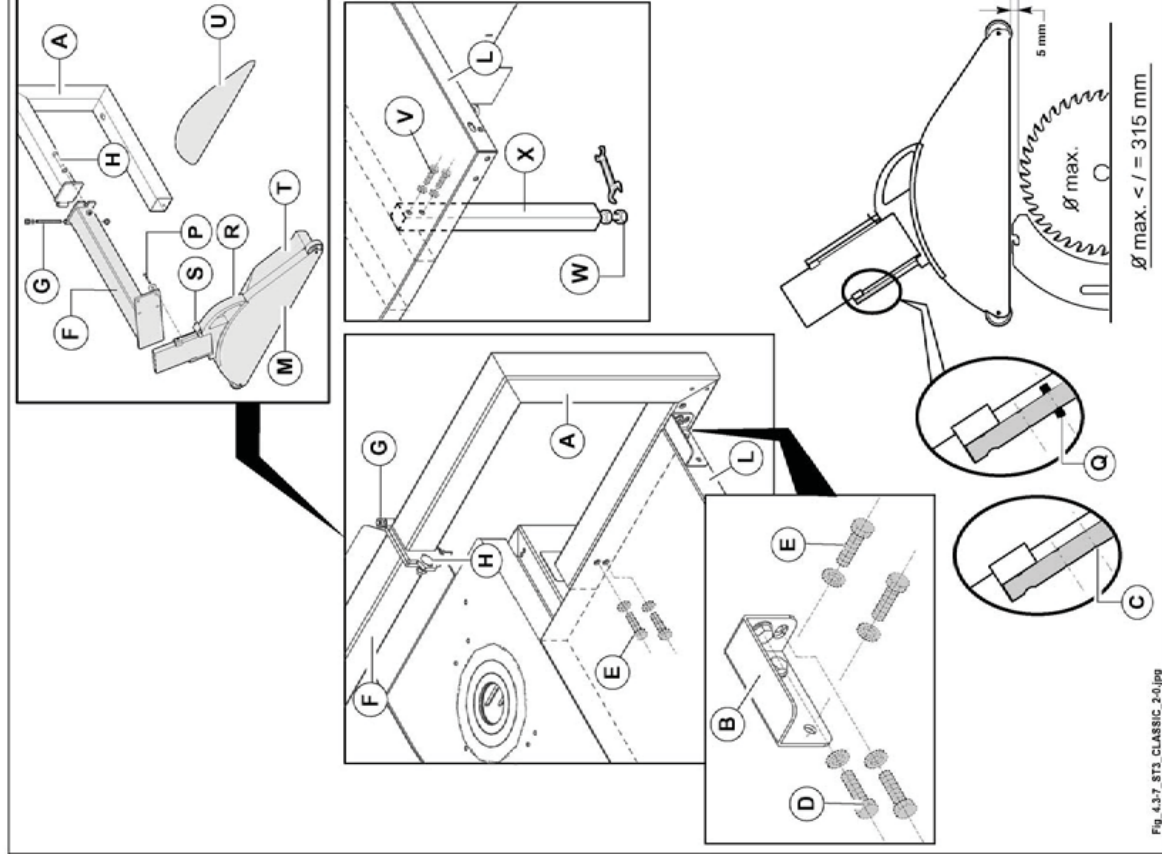

Abb. 4.3-7
- Den Arm (A Abb. 4.3-7) mit den Schrauben (D Abb. 4.3-7) am Winkel (B Abb. 4.3-7).
- Den Arm (A Abb. 4.3-7) mit den Schrauben (E Abb. 4.3-7) am Arbeitstisch (L Abb. 4.3-7) befestigen.
- Den Arm (F Abb. 4.3-7) mit der Schraube (G Abb. 4.3-7) am Arm (A Abb. 4.3-7) montieren.
- Das Schließen des Gelenks mit der Schraube (H Abb. 4.3-7) blockieren.
- Den Schutz (M Abb. 4.3-7) mit den Schrauben (P Abb. 4.3-7) auf der Halterung (F Abb. 4.3-7) montieren.
- Den Schutz mit dem Griff (R Abb. 4.3-7) und Betätigung des Hebels (S Abb. 4.3-7) anheben und absenken.
- Das Bein (X Abb. 4.3-7) auf der zusätzlichen Fläche (L Abb. 4.3-7) durch Drehen der Schraube (V Abb. 4.3-7) befestigen.
- Anhand der Schraube (W Abb. 4.3-7) nivellieren.
muss der Anschlag (Q Abb. 4.3-7) in die UNTERE Bohrung (C Abb. 4.3-7) eingeführt werden.
- Die Vorrichtung wird mit zwei Schutzabdeckungen (U Abb. 4.3-7) und (T Abb. 4.3-7) geliefert, eine für die Schnitte mit der 90°-Säge und eine für Schnitte mit der geneigten Säge.
*wenn mit der 90°-Säge gearbeitet wird, stets die Schutzabdeckung (U Abb. 4.3-7) verwenden.
Wenn mit der geneigten Säge gearbeitet werden muss, muss die Schutzabdeckung (T Abb. 4.3-7) installiert werden.*
die Kappe mit dem Griff (R Abb. 4.3-7) und dem Hebel (S Abb. 4.3-7) je nach Holzdicke anheben oder absenken.